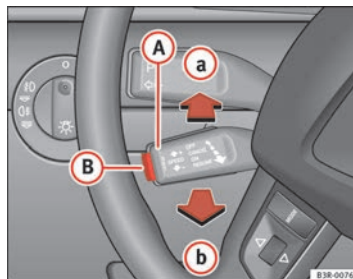

Fig. 141 Mandos del regulador de velocidad
- desplace la palanca **(A)** ⇒ página 182, fig. 141 hasta la posición **(a)** (sin encastrar).